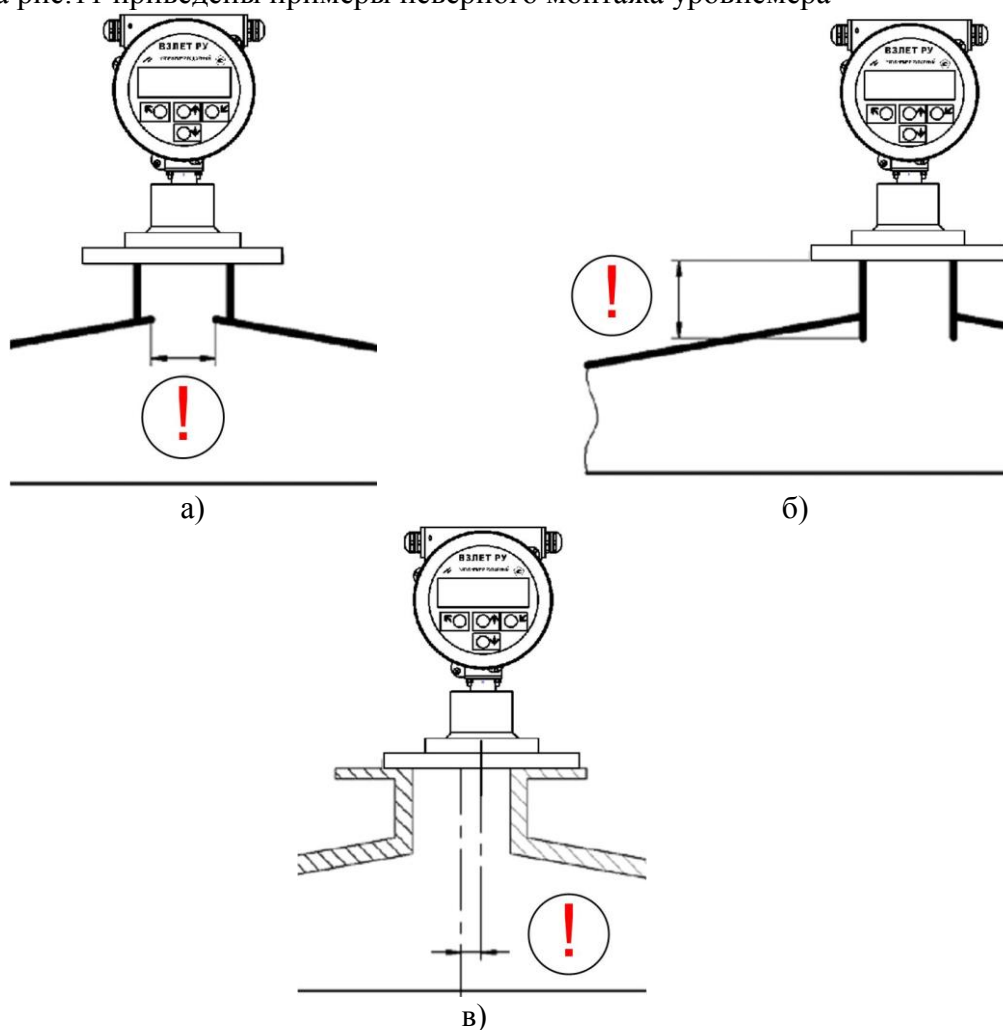

Рис.11 - Типичные ошибки при монтаже уровнемера.
5.2 На рис.11 приведены примеры неверного монтажа уровнемера
Вариант монтажа на рис.11.а – край крышки под патрубком выступает внутрь патрубка. Кроме того, отверстие в крыше имеет диаметр меньше минимально допустимого.
Вариант монтажа на рис.11.б – нижний край патрубка заглублен относительно крышки, из-за чего длина патрубка оказывается больше допустимой.
Вариант монтажа на рис.11.в – уровнемер установлен с большим смещением относительно вертикальной оси патрубка. Следует устанавливать датчик по центральной оси патрубка.